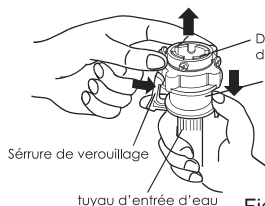
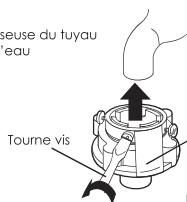
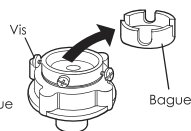

Figure 1
Figure 2
Figure 3
2. Appuyez sur l'extrémité inférieure de la serrure et poussez le curseur vers le bas. Enlevez la dégaugeuse d'arrivée d'eau du composant de tuyau d'arrivée d'eau. Voir figure 1. Desserrez le vis jusqu'à ce que le robinet d'eau est accessible. Mettez la dégaugeuse du tuyau d'arrivée d'eau sur le robinet. Voir figure 2. (Si le diamètre du robinet est trop grand et la dégaugeuse ne peut être réglée sur le robinet d'eau, desserrez les vis du sol et retirez la douille dans la dégaugeuse. Voir à la figure3.)